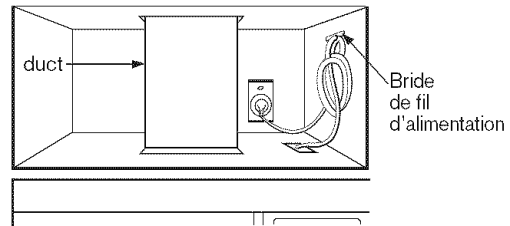

Figure 33
6. Utiliser la bride de fil d'alimentation pour rassembler le fil d'alimentation. Installer la bride dans l'armoire à l'aide d'une vis, tel que montré dans la Figure 33.